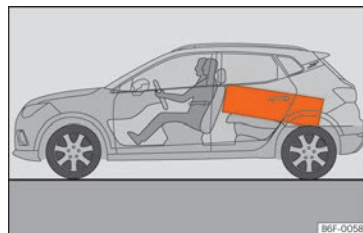

Fig. 161 Placez les objets lourds le plus à l'avant possible.
- Rangez autant que possible les objets lourds au fond du coffre à bagages » **fig. 161**.